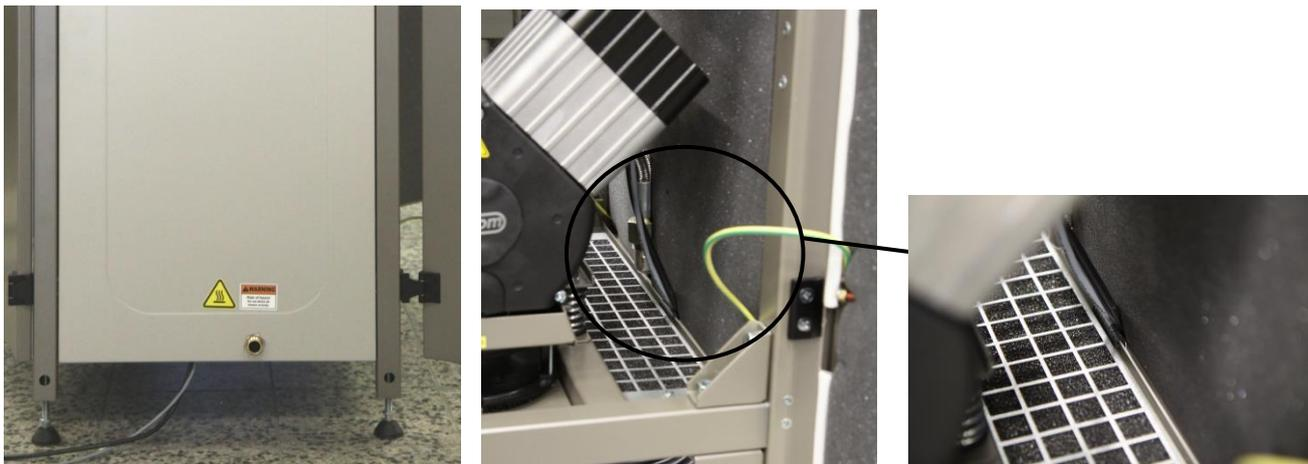
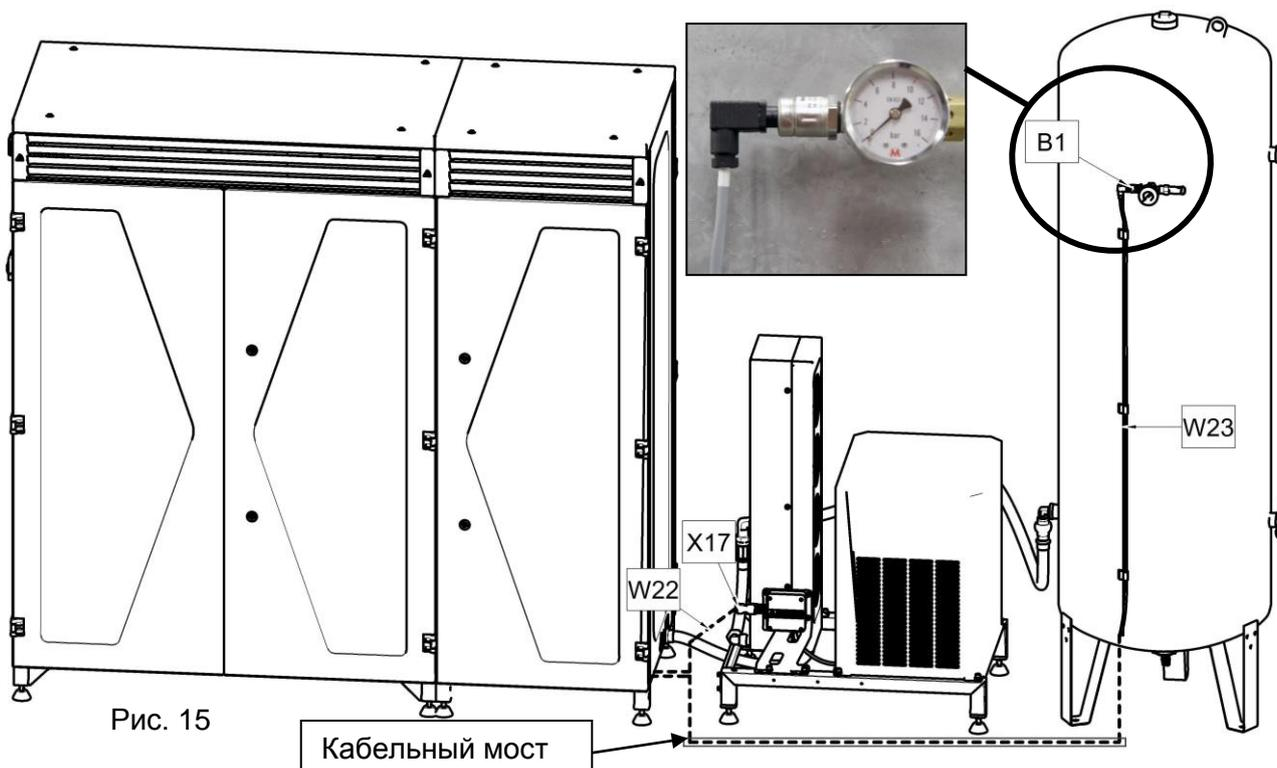

Рис. 13
Рис. 15
- Подключите модуль компрессора к датчику В1, расположенному на ресивере, с помощью кабеля W23, заканчивающегося соединителем с клапаном. (Рис. 13, Рис. 15)